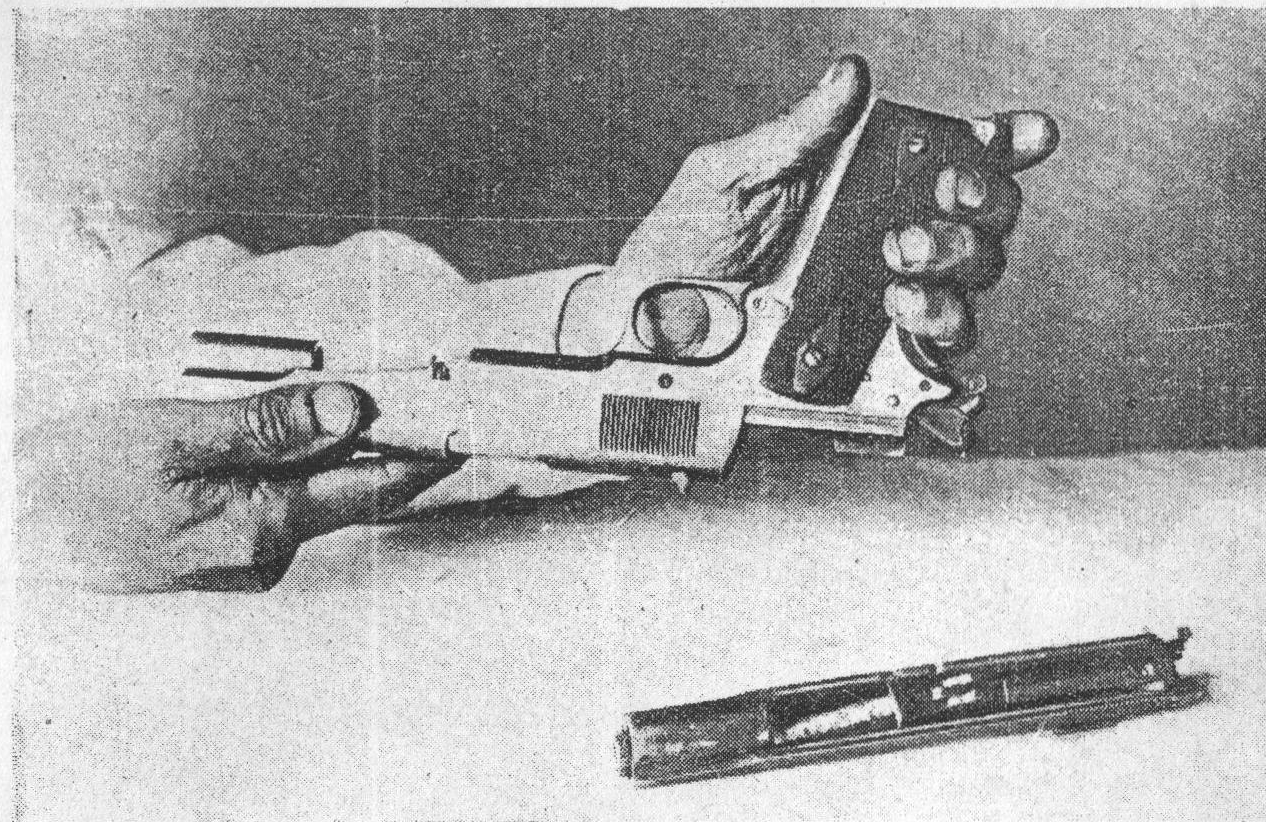

Рис. 11.
6. **Снять кожух-затвор со стволом и задним стержнем возвратной пружины с остова пистолета.** Поставить пистолет кожухом-затвором вниз и, держа пистолет в левой руке, правой рукой подать кожух-затвор вперед и снять его вместе со стволом и задним стержнем возвратной пружины (рис. 11).
двинув его пазами на соответствующие выступы остова пистолета (рис. 11).